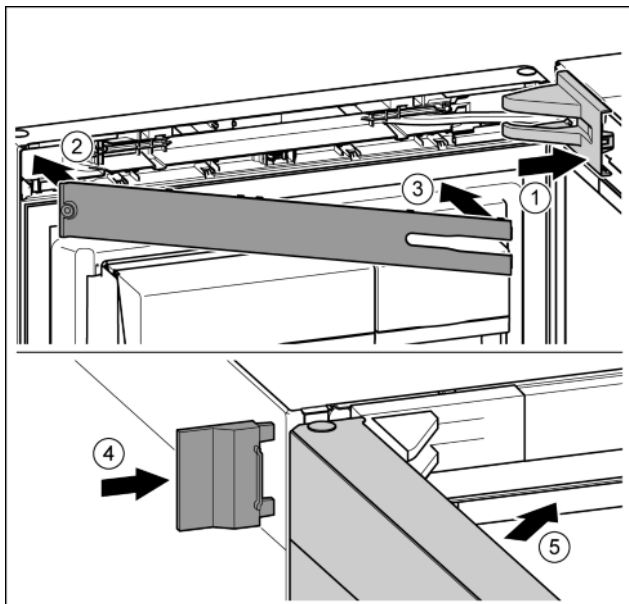

Fig. 25
- ▶ Встановіть та зафіксуйте кришку опорного кронштейна, у разі необхідності — обережно розтисніть. Fig. 25 (1)
- ▶ Встановіть накладку. Fig. 25 (2)
- ▶ Поверніть і зафіксуйте накладку. Fig. 25 (3)
- ▶ Насуньте зовнішню кришку. Fig. 25 (4)
- ▶ Закрийте верхні дверцята. Fig. 25 (5)